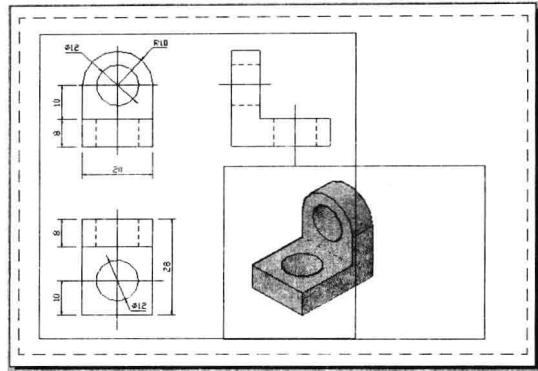

图 10-6-4
(6) 在命令行输入 z，按 Enter 键，输入 2xp，按 Enter 键，放大至 2 倍显示平面图形。在状态栏中单击“平移”按钮 ，将三视图显示在矩形视口内。单击另一个视口，用同样的方法放大至 2 倍显示三维模型，如图 10-6-4 所示。